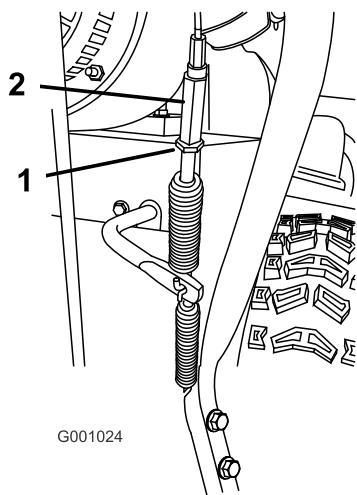

Рисунок 46
5. Ослабьте затяжку контргайки (Рисунок 46).
6. Ослабьте натяжение или подтяните винтовую стяжку для регулировки натяжения тросика (Рисунок 46).